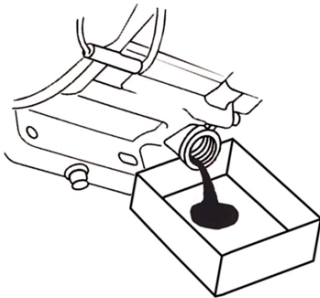

Рис. 19 Замена моторного масла
6. С помощником наклоните мотокультиватор в сторону маслозаливной горловины двигателя и слейте отработанное масло через маслозаливную горловину в подготовленную для этого емкость (Рис. 19).